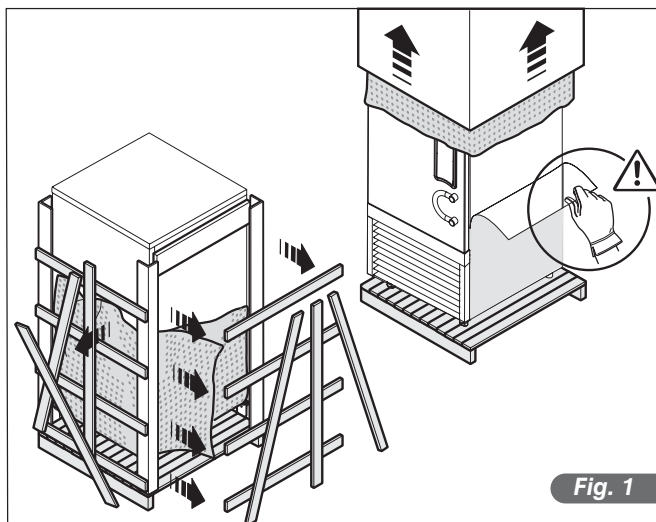

Fig. 1
- Fjern PVC beskyttelsesmaterialet fra alle siderne (Fig.1).